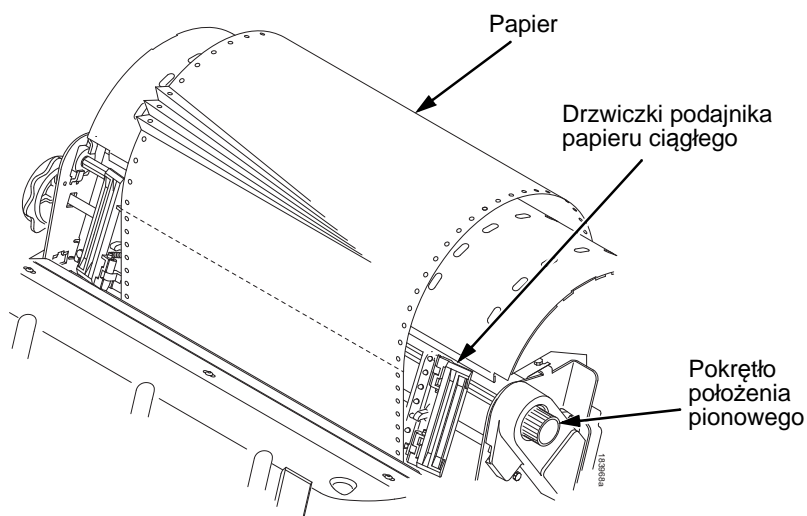

Rysunek 109. Podnoszenie dźwigni wałka
2. Podnieś maksymalnie dźwignię wałka (patrz Rysunek 109).